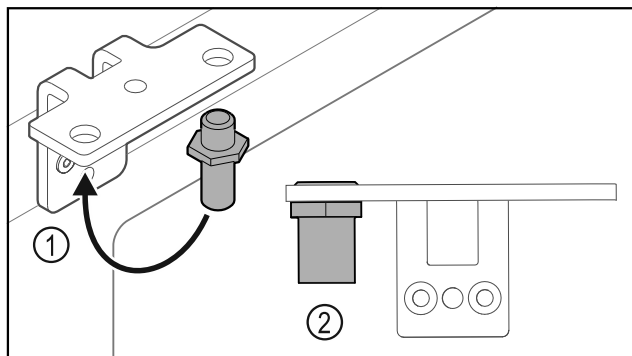

Fig. 28
- ▶ Преместете болта Fig. 28 (1) в ъгла на пантата.
- ▶ Затегнете болта Fig. 28 (2) с **въртящ момент от 12 Nm**.